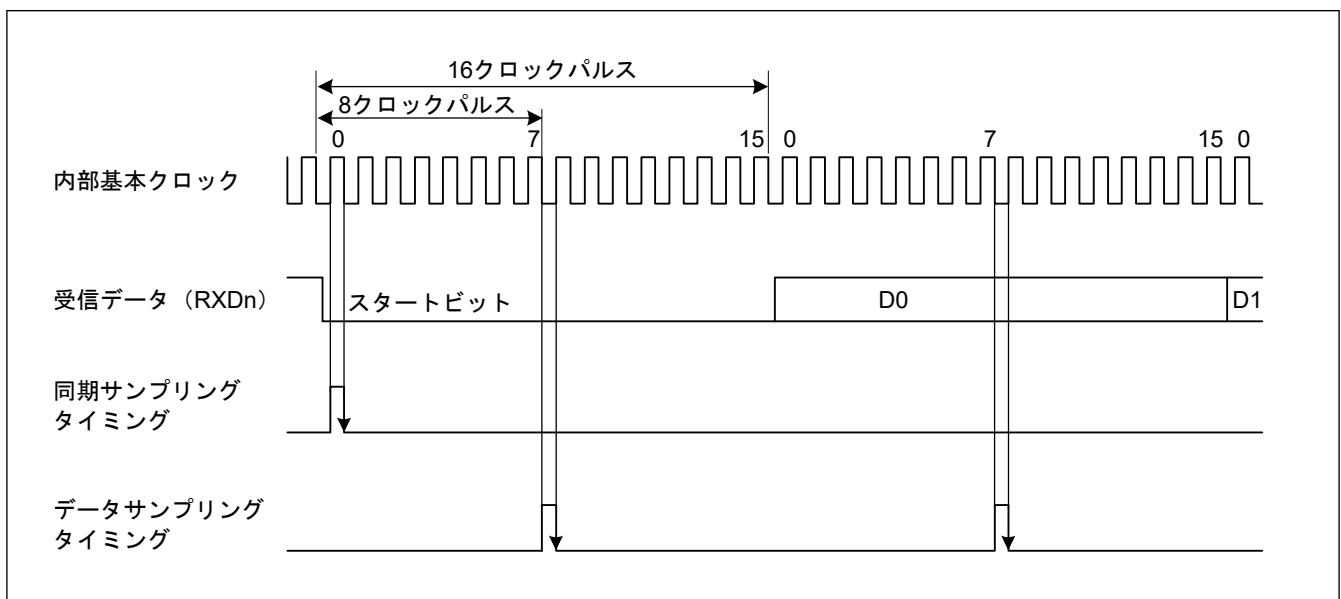

図 24.4 調歩同期式モードでの受信データサンプリングタイミング
また、図 24.4 に示すように、受信データは基本クロックの 8 パルス目(注1)の立ち上がりエッジでサンプリングされるため、各ビット (サンプリング時間を調整しない場合 (SPTR.ASEN = 0)) の途中でデータが取り込まれます。調歩同期式モードでの受信マージンは以下の式 (1) のように表すことができます。
スタートビットの決定条件は、Low 状態がビットの中間点より後ろまで続くことです。サンプリングタイミングと同様です。図 24.4 では、スタートビットを検出するためには Low 状態が 8 サイクルより長く続く必要があります。Low 状態が 8 サイクルより長く続かなかった場合は、IP はこれをノイズと判断します。したがって IP はスタートビットの受信待機をしません。